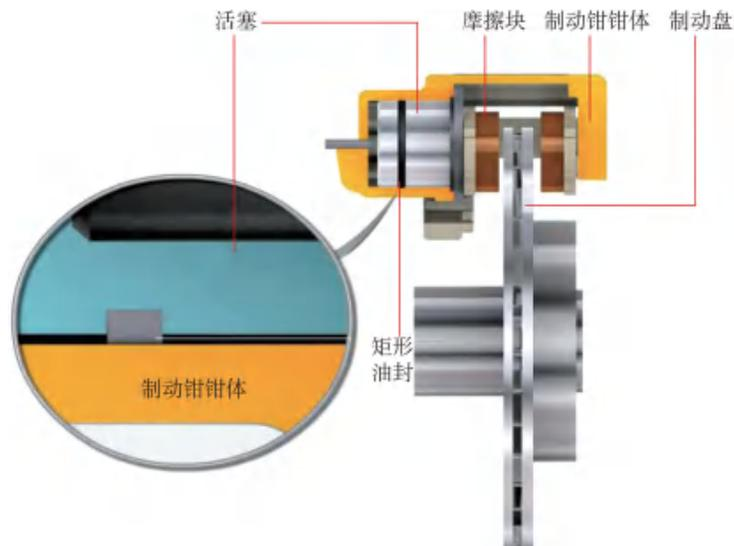
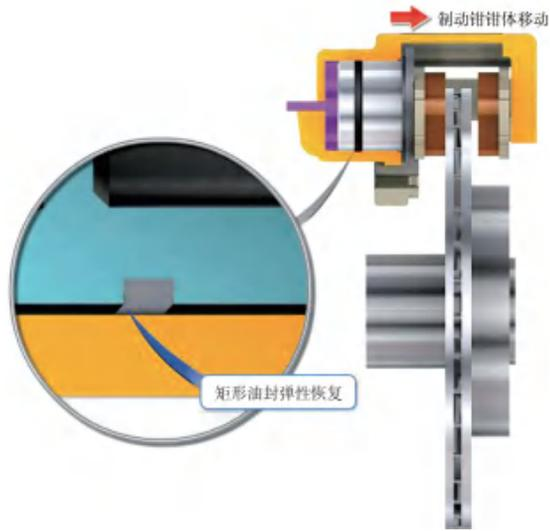

图 4-1-2 不制动时各元件位置关系
图 4-1-4 制动解除时各元件位置关系
2. 浮钳盘式制动器的工作原理（见图 4-1-2~图 4-1-4）